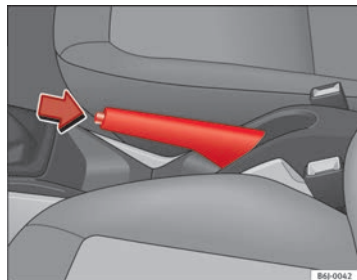

Fig. 111 Freno de mano entre los asientos delanteros
- Tire con fuerza de la palanca del freno de mano hacia arriba ⇒ fig. 111.
- Tire ligeramente de la palanca hacia arriba, presione el botón de desbloqueo en la dirección de la flecha ⇒ fig. 111 y baje completamente la palanca ⇒ ⚠.